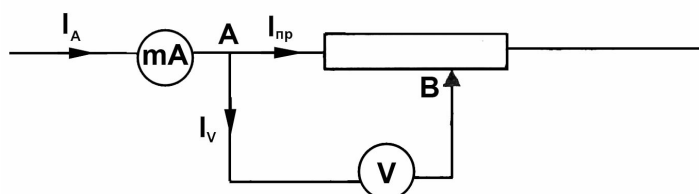

Рис. 7. Электрическая схема для измерения сопротивления методом точного измерения напряжения
Таблиц 1, рис. 7, библиографич. назв. 2.
**Измерение сопротивления техническим методом с точным измерением напряжения.** Для измерения сопротивления данным методом, приборы подключаются по схеме, представленной на рис. 7